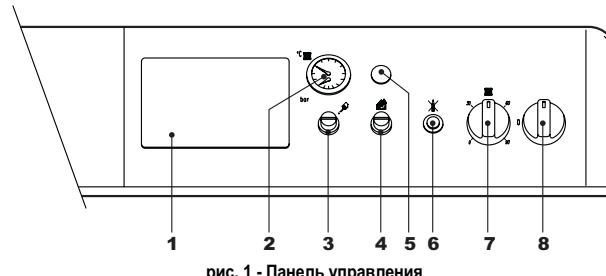

рис. 1 - Панель управления
- Переведите выключатель котла "8" в положение 1 (рис. 1).
- Если котел оборудован электронным терmostatickим блоком управления, установленным в положении 1 (рис. 1), пользователь должен также соблюдать инструкции, предоставляемые изготовителем данного блока.
Задайте с помощью термостата температуры воздуха в помещении нужную температуру внутри помещения. При поступлении команды от комнатного термостата котел включается, обеспечивая нагревание воды в системе отопления до температуры, заданной регулирующим термостатом 7 на рис. 1. При достижении в помещении желаемой температуры котел выключается.